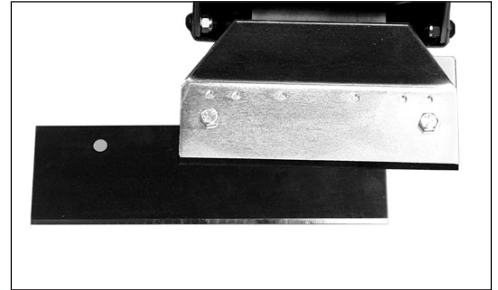

FIG. 7
- Les lames peuvent être décalées par rapport à la tête de coupe pour faciliter l'accès aux plinthes ou pour la dépose le long du mur (Figure 7).